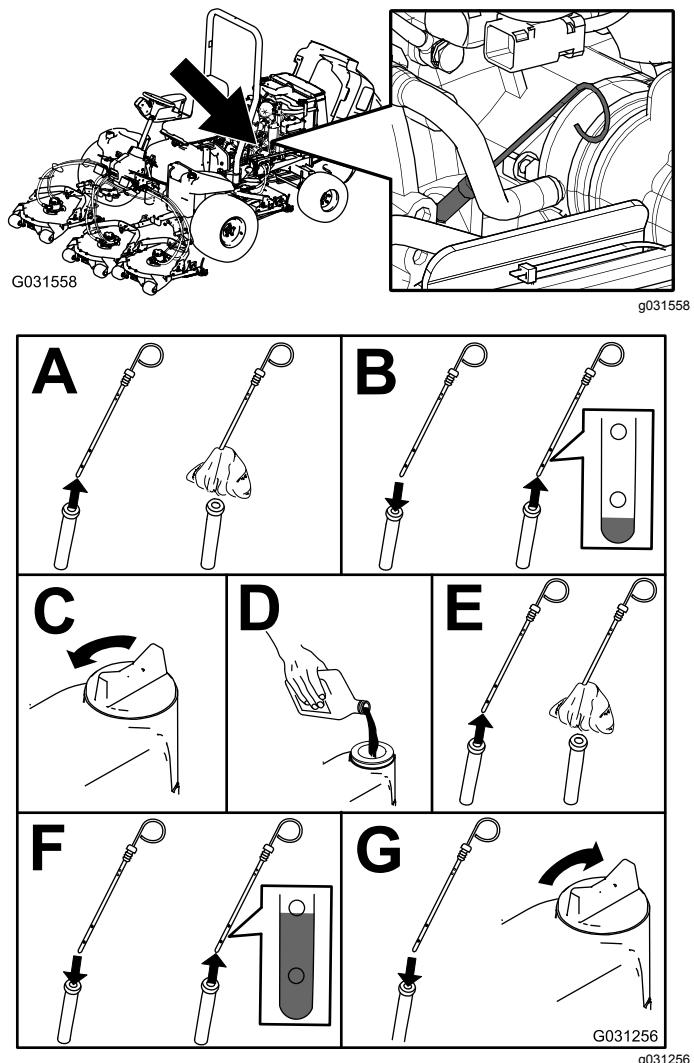

Figura 56
2. Controllate il livello dell'olio motore (Figura 56).